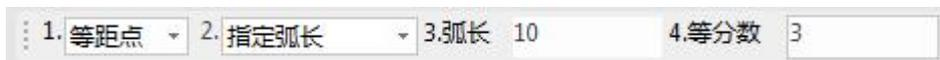

图 2-56 点的立即菜单 2
- 3) 若选【等距点】，则将圆弧按指定的弧长划分，其立即菜单变为如图 2-56 所示的内容。